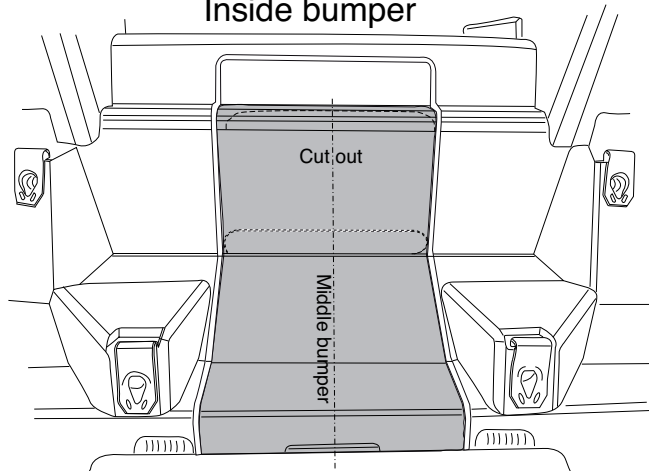

Fig.3
8. Выпилить часть из бампера в середине снизу, как указано на рис. 3/За.